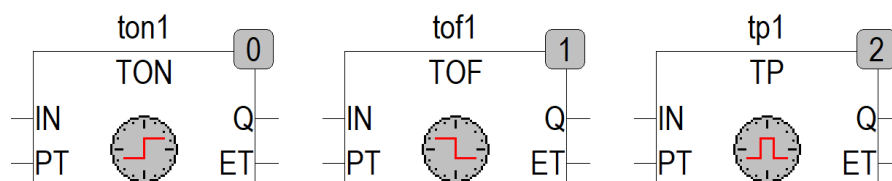

Рисунок 6.1 – Таймеры: с задержкой включения (TON), с задержкой выключения (TOF) и генератор одиночного импульса (TP)
Таймеры. Таймер – устройство, предназначенное для отсчёта заданного времени. В среде CoDeSys существует три вида таймера: таймер с задержкой включения, таймер с задержкой выключения, генератор единичного импульса (рис. 6.1). По своей структуре таймер включает в себя два входа и два выхода. Первый вход таймера (IN) имеет тип данных BOOL и предназначен для запуска таймера, второй вход (PT) имеет тип данных TIME и предназначен для установки времени работы таймера. Первый выход таймера (Q) имеет тип данных BOOL и является результирующим элементом отработки таймера, второй выход (ET) имеет тип данных TIME и служит для отображения работы таймера в реальном времени (сколько отработал таймер в данный момент).